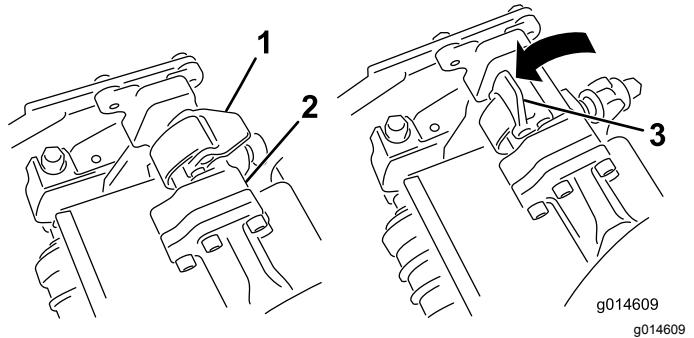

Bild 36
- Die Riegel an der Aufhängearmstange müssen nach oben zeigen (d. h. offen) (Bild 36); drücken Sie den Aufhängearm dann so nach unten, dass die Stange über die Stange an der Oberseite der Schneideeinheit passt (Bild 37).
- Drücken Sie die Riegel nach unten um die Schneideeinheitstange herum und arretieren sie (Bild 36).
5. Öffnen Sie die Riegel an der Aufhängearmstange der Schneideeinheit, die Sie entfernen möchten (**Bild 36**).